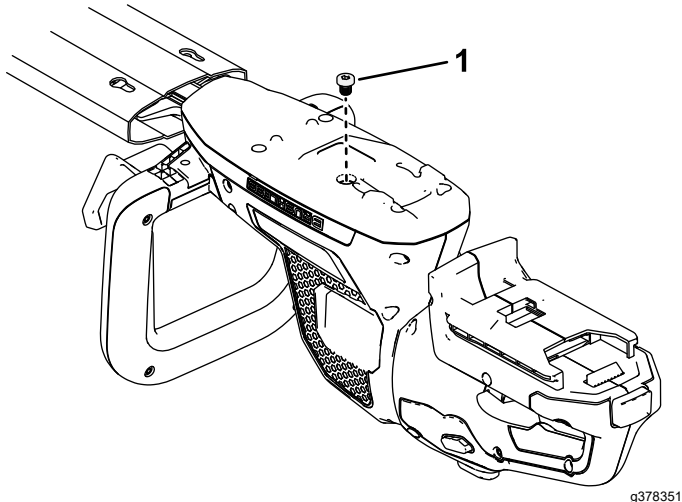

Figure 11
3. Retirez le bouchon à tête creuse hexagonale du boîtier (Figure 11).